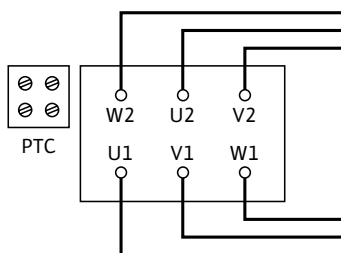

Рис. 45: Пуск Y-Δ
Схема электроподключения находится в клеммной коробке (см. также Рис. 45/46).
- Электроподключение к клеммной колодке зависит от мощности двигателя Р2, от сетевого напряжения и от типа пуска. Необходимое переключение соединительных перемычек в клеммной коробке можно определить по следующей таблице «Табл. 4. Распределение клемм» на стр. 27 и Рис. 45/46.
Пуск Y-Δ (стандарт)	Соединительные перемычки удалить (Рис. 45)